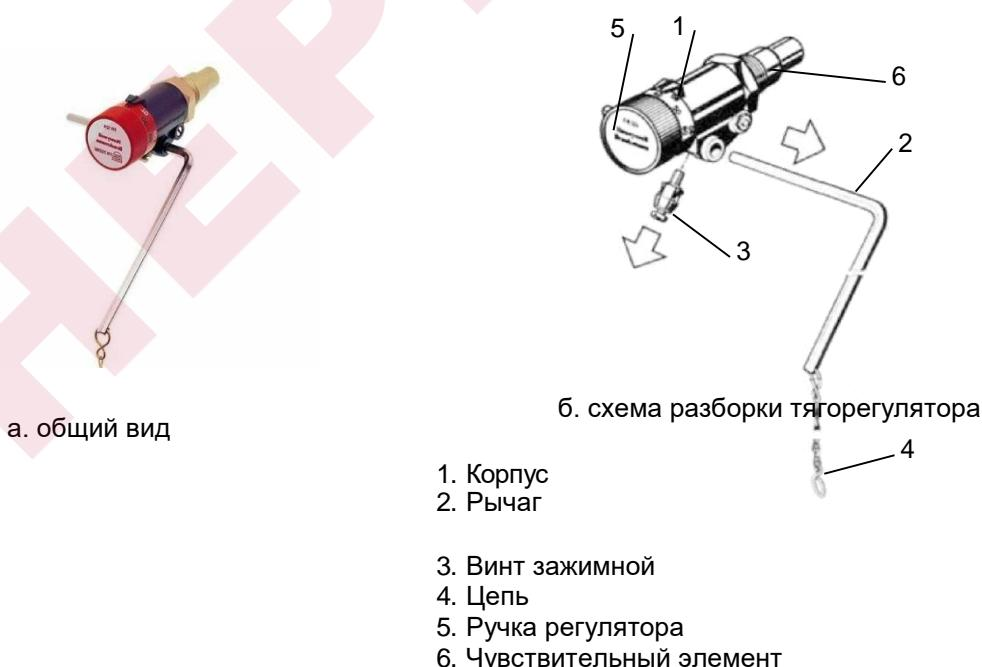

Рисунок 6. Общий вид тягорегулятора
Конструкцией Котла предусмотрено вертикальное или горизонтальное расположение тягорегулятора, см. рисунок 6. Корпус тягорегулятора ввернуть в посадочное гнездо, закрепить на корпусе тягорегулятора рычаг (2) посредством винта зажимного (3). Закрепить цепь (4) на нижней дверце Котла как показано на рисунке 7, вид А.